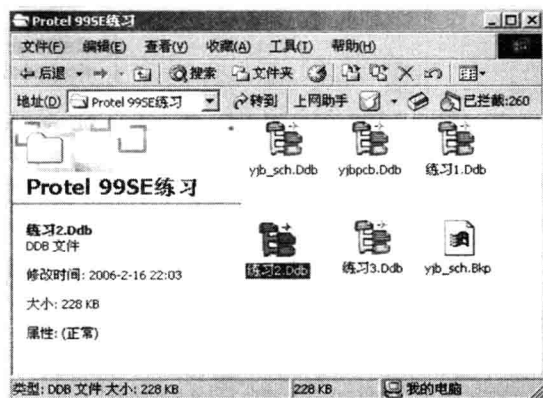

图 1-9 设计数据库文件启动
- (3) 通过双击 Protel 99 SE 的设计数据库文件 (扩展名为 .Ddb), 如图 1-9 所示, 启动 Protel 99 SE。